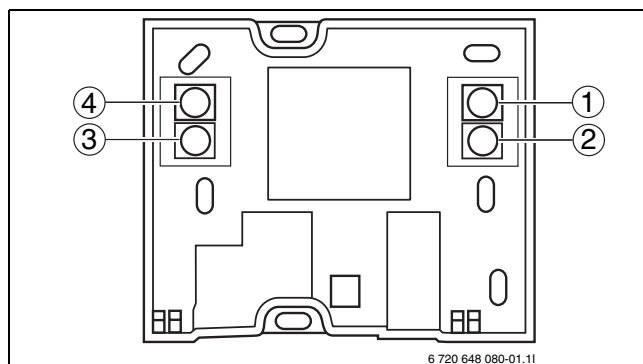

Bild 34 Anschlussmaße
- ▶ Kontrollieren, ob die vier Kabel wie auf (Bild 34) an die Kontakte angeschlossen sind.
Achten Sie sorgfältig darauf, dass Sie den Raumfühler ordnungsgemäß anschließen, so dass +12V, CANH, CANL und GND laut Abbildung 34 an den entsprechenden Anschlüssen ([31-34] oder [35-38]) auf der Leiterplatte angeschlossen werden. Siehe Schaltplan Externe Anschlüsse im Installationshandbuch der Wärmepumpe. Für eine Beschreibung von CAN-BUS LCD, siehe Installationshandbuch der Wärmepumpe.